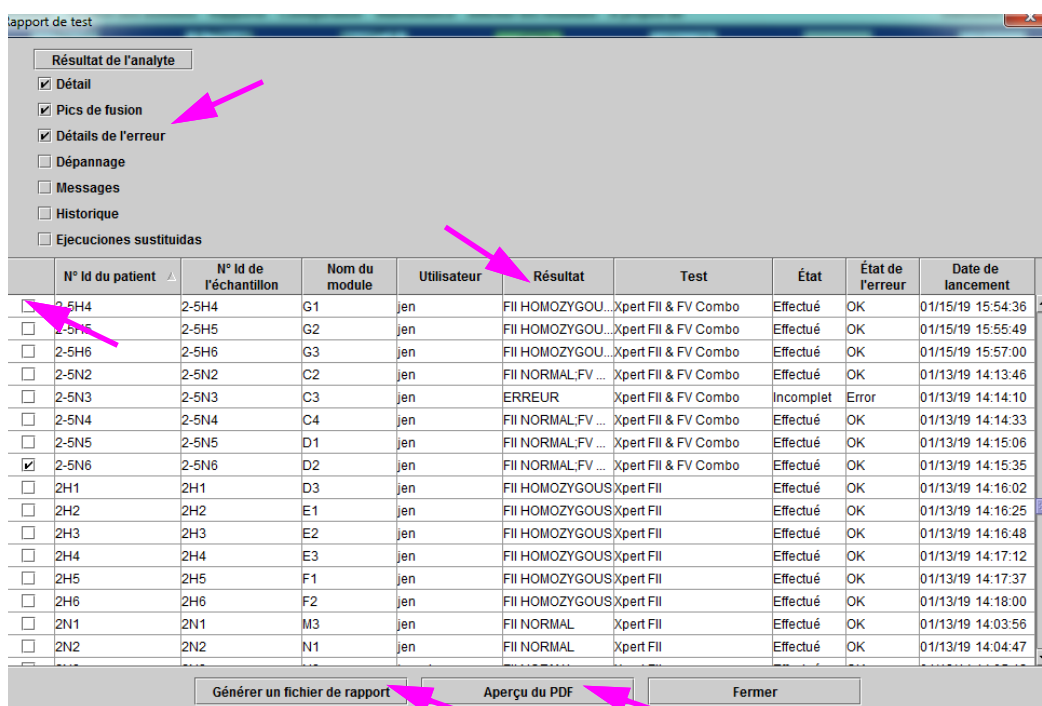

Figure 5-57. Boîte de dialogue Select Test To Be Viewed (Sélectionner le test à afficher)
- Cliquer sur le bouton **Generate Report File (Générer un fichier de rapport)** sur l'écran Test Report (Rapport de test) (voir Figure 5-57) pour créer le fichier PDF du rapport de test. La boîte de dialogue Generate Report File (Générer un fichier de rapport) s'affiche et permet d'enregistrer le fichier à un emplacement précisé. Cliquer sur **Save (Enregistrer)** une fois parvenu à l'emplacement spécifique.